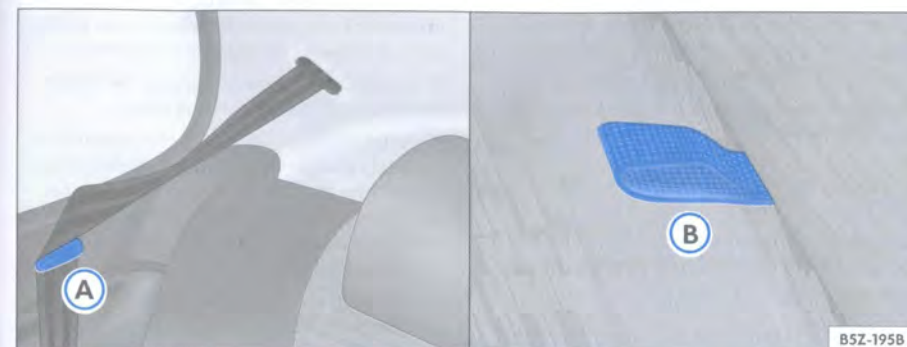

Fig. 78 Acoplamiento del cinturón para el abatimiento del asiento / tirador para desbloqueo del respaldo
- Posicione la cinta de los cinturones de seguridad en sus respectivos alojamientos ⇒ página 95, fig. 78 A.
- Tire de la lengüeta ⇒ página 95, fig. 78 B para desbloquear la fijación del respaldo del asiento ⇒ A y, al mismo tiempo, tire del respaldo sobre el asiento, hasta bloquearlo.